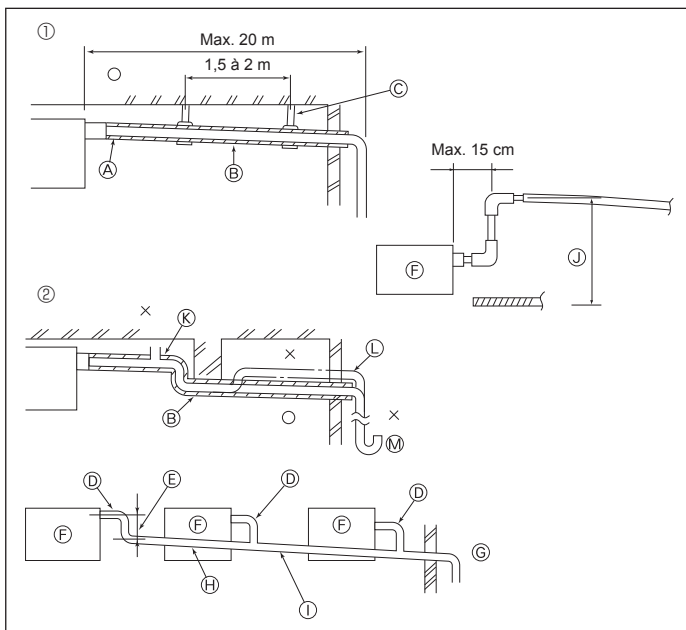

Fig. 3-1
3.1. Mise en place du tuyau d'écoulement (Fig. 3-1)
- ① Tuyauterie correcte
- ② Tuyauterie incorrecte